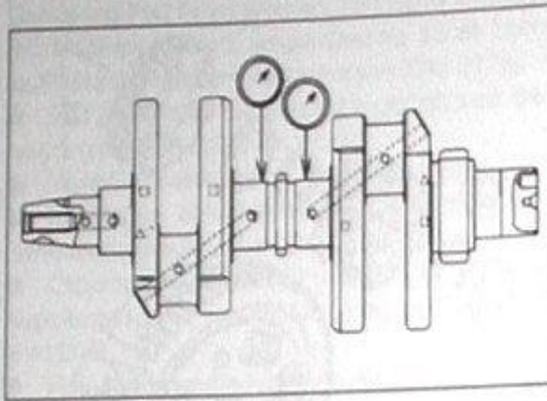

Bild 222
- $\sqrt{\square}$ Kurbelwelle wie in Bild 222 gezeigt lagern und Schlag der Lagerzapfen messen; Verschleissgrenze 0,05 mm.